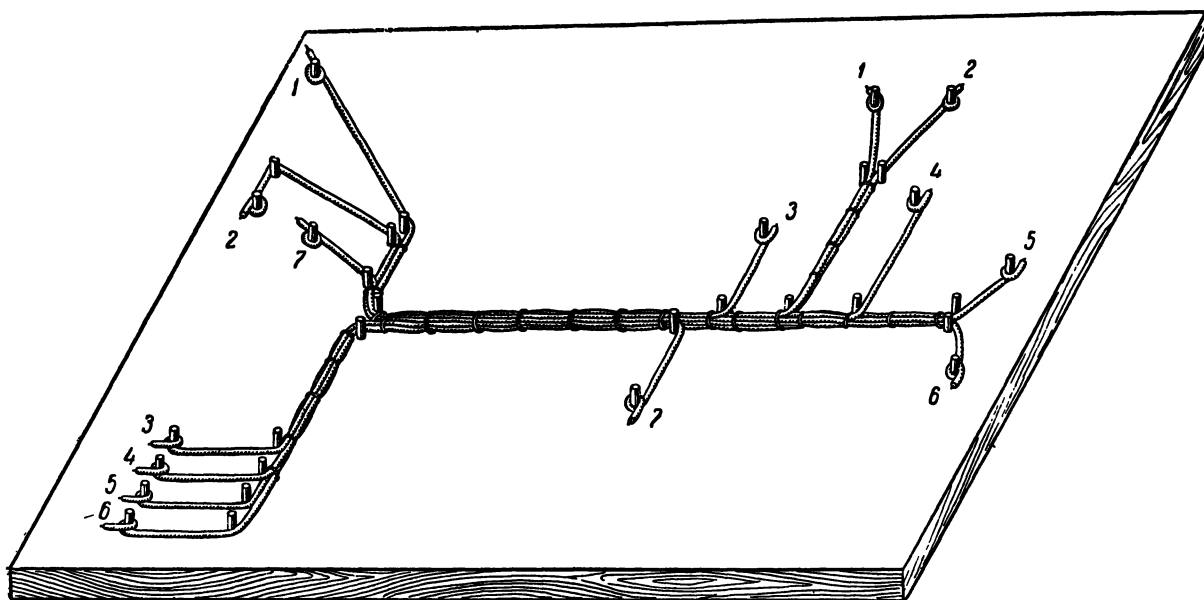

Рис. 17. Разложенный и обвязанный жгут из монтажных проводов на шаблоне.
**Вязка проводов в жгуты** (рис. 16) производится при помощи толстых ниток (№ 10). При наличии монтажной схемы жгуты заготавливаются предварительно на специальных шаблонах (рис. 17). Если монтажная схема не разработана, то предварительно осуществляют монтаж одиночными проводами, располагая их так, чтобы они по мере монтажа формировали будущие жгуты. При этом концы проводов, которые войдут в жгут, не запаивают. Затем эти провода прямо в монтаже обвязывают в нескольких местах нитками и вынимают из монтажа, стараясь не деформировать. После этого производят полную обвязку жгута, вновь укладывают его в аппарат и производят пайку.